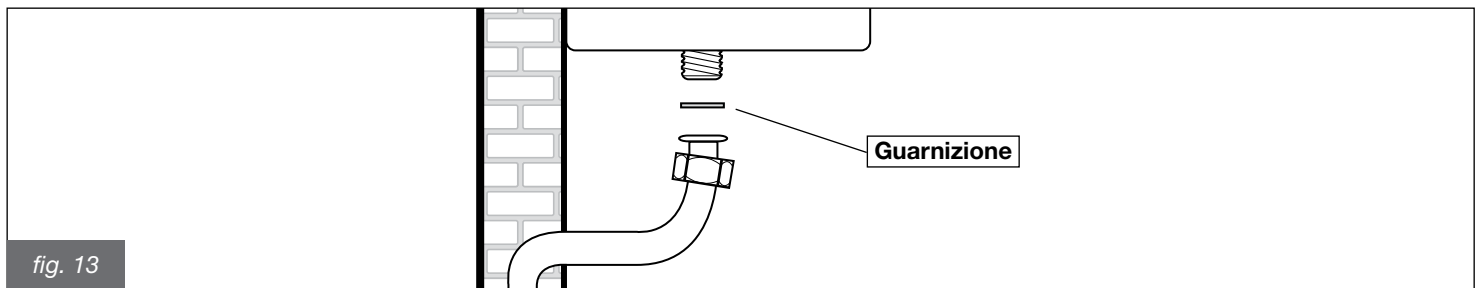

fig. 13
**E' OBBLIGATORIO, per collegare l'attacco gas della caldaia alla tubazione di alimentazione, interporre una guarnizione a battuta di misure e materiali adeguati (fig. 13).**